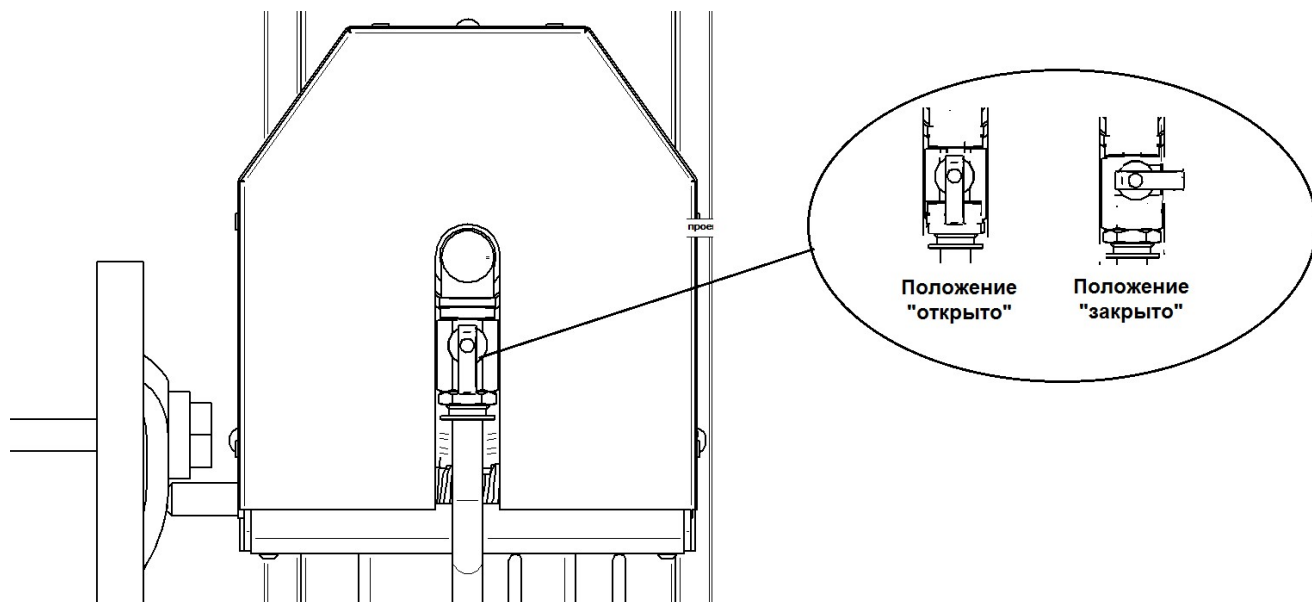

Рис. 7. Положение крана залива воды в варочный сосуд
- кран залива воды в сосуд установить в положение «закрыто» (см. рис. 7).